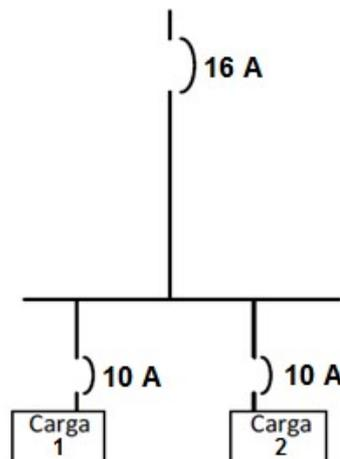

Figura 7 – Exemplo para verificação de seletividade
- c) Diz-se que há seletividade entre disjuntores se o disjuntor mais próximo da carga com defeito atua antes do outro mais distante. Explicar qual a vantagem de se ter seletividade e verificar se há seletividade entre os disjuntores de 10 A e 16 A na Figura 7, a seguir: